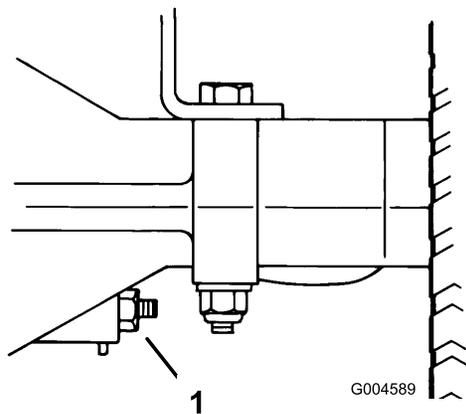

Figure 31
2. Pour augmenter la résistance de freinage, serrez l'écrou de réglage du frein (Figure 31) de 1/8 de tour vers la droite.